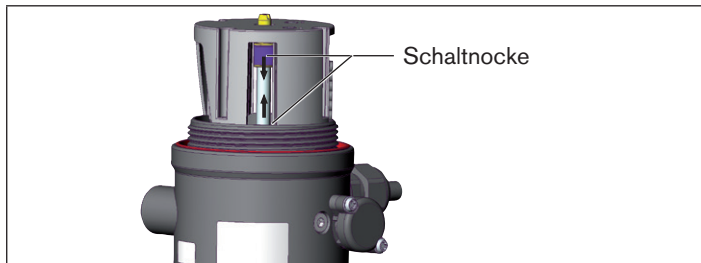

Bild 26: Einstellen der Mikroschalter bzw. der Initiatoren
- Falls nötig, können die Schaltpunkte noch feinjustiert werden: Schaltnocken mit Hilfe eines Schraubendrehers Richtung Mitte schieben (siehe „Bild 26“).